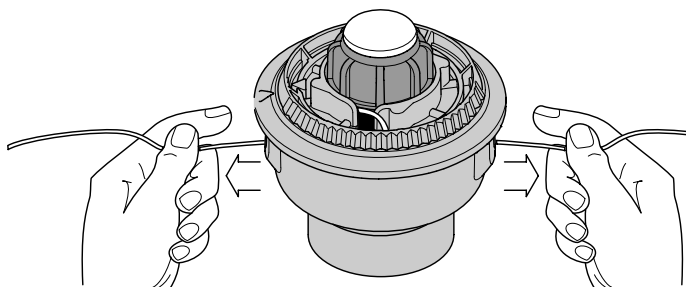

Fig. 25
9. Si le rembobinage du fil devient difficile ou si le fil se coince, tirez-en les extrémités de la bobine. Continuez de rembobiner le moulinet intérieur vers la gauche (Fig. 25).
4. Maintenez le moulinet intérieur et installez le bouton de butée, le ressort, et le joint en mousse en poussant le bouton de butée vers le bas et en le tournant à droite. Saisissez les extrémités et tirez fermement pour dégager le fil des fentes de retenue du moulinet intérieur. (Fig. 25).
Si le SpeedSpool^{MD} ne déroule pas le fil correctement, tirez fermement les extrémités du fil loin de la bobine (Fig. 25). Si cela ne suffit pas, suivez les instructions de *Nettoyage du SpeedSpool^{MD}*.